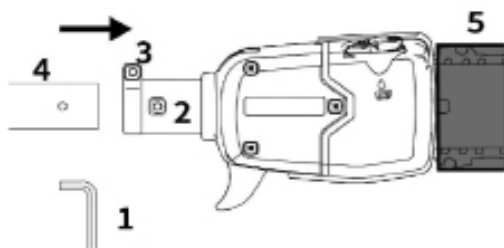

Рис. 4
С помощью шестигранного ключа 1 (рис. 4) открутите винт (2) и ослабьте винт (3). Вставьте штангу (4) в редуктор режущей головки. Совместите отверстие в штанге с отверстием под винтом (2). Затяните винт (2) и (3).